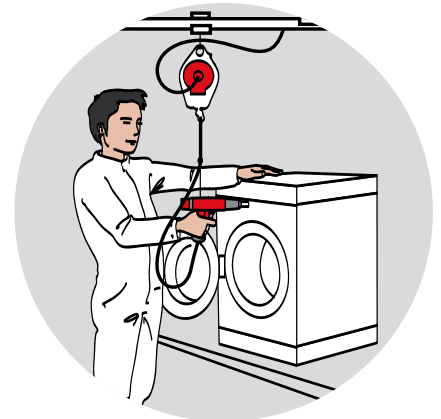

Bild 2
2. Werkzeugposition: Einfaches Erreichen und eine optimale Höhe verhindern unnötige Bewegungen (Bild 2 und 3).
3. Mechanische Belastungen: Reduzierung bzw. Wegleitung von ständig auftretenden Zugkräften und Reaktionsmomenten (Bild 2 und 3).